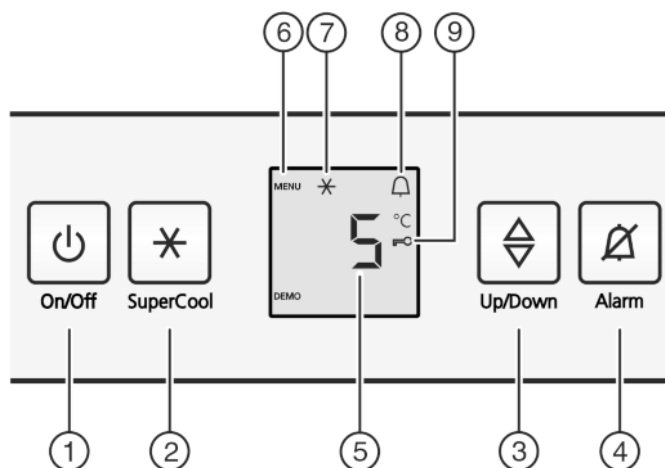

Fig. 2
- Appuyez sur la touche marche/arrêt Fig. 2 (1).
- ▶ Appuyer env. 5 secondes sur la touche SuperCool Fig. 2 (2).
- ▷ Le symbole Menu Fig. 2 (6) apparaît dans l'affichage.
- ▶ Confirmer brièvement avec la touche SuperCool Fig. 2 (2).
- ▷ Le symbole Sécurité enfants Fig. 2 (9) s'allume dans l'affichage.
- ▶ Appuyer brièvement sur la touche On/Off Fig. 2 (1).
- ▶ Appuyer sur la touche Alarme Fig. 2 (4).
- ▶ Appeler la fonction de température : appuyer sur la touche de réglage Fig. 2 (3).
- ▶ Modifier la température par incrément de 1 °C : appuyer sur la touche de réglage Fig. 2 (3) jusqu'à ce que la température souhaitée apparaisse dans l'affichage de température.
- ▶ Appuyer brièvement sur la touche SuperCool Fig. 2 (2).
- ▷ Le symbole SuperCool Fig. 2 (7) s'allume dans l'affichage.
- ▷ Le symbole SuperCool Fig. 2 (7) s'éteint dans l'affichage.